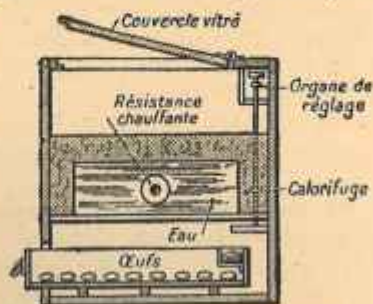
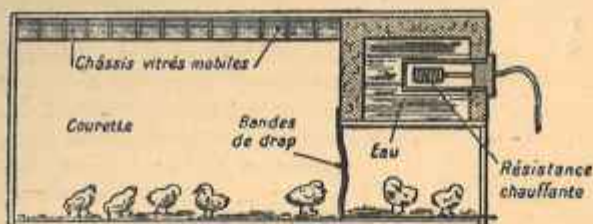

FIG. 119. — Couveuse électrifiée.
FIG. 120. — Éleveuse électrifiée.
(1) En comparant la consommation d'énergie à la puissance (donnée au paragraphe précédent), on remarque que l'appareil fonctionne annuellement pendant 800 heures (par exemple 8 heures chaque nuit pendant 100 jours).
(2) *A la ferme*, le chauffage électrique est destiné à se développer parallèlement à la baisse des tarifs. Citons, parmi les premières réalisations, le chauffage des serres, ainsi que les couveuses (fig. 119) et les éleveuses à poussins (fig. 120) (chauffées électriquement). Indiquons également l'existence de grands chaudrons, qu'on peut chauffer pendant la nuit : ils fonctionnent soit comme lessiveuse, soit comme cuiseurs pour la nourriture du bétail (on a montré que l'étuvage des fourrages les rendait beaucoup plus assimilables).